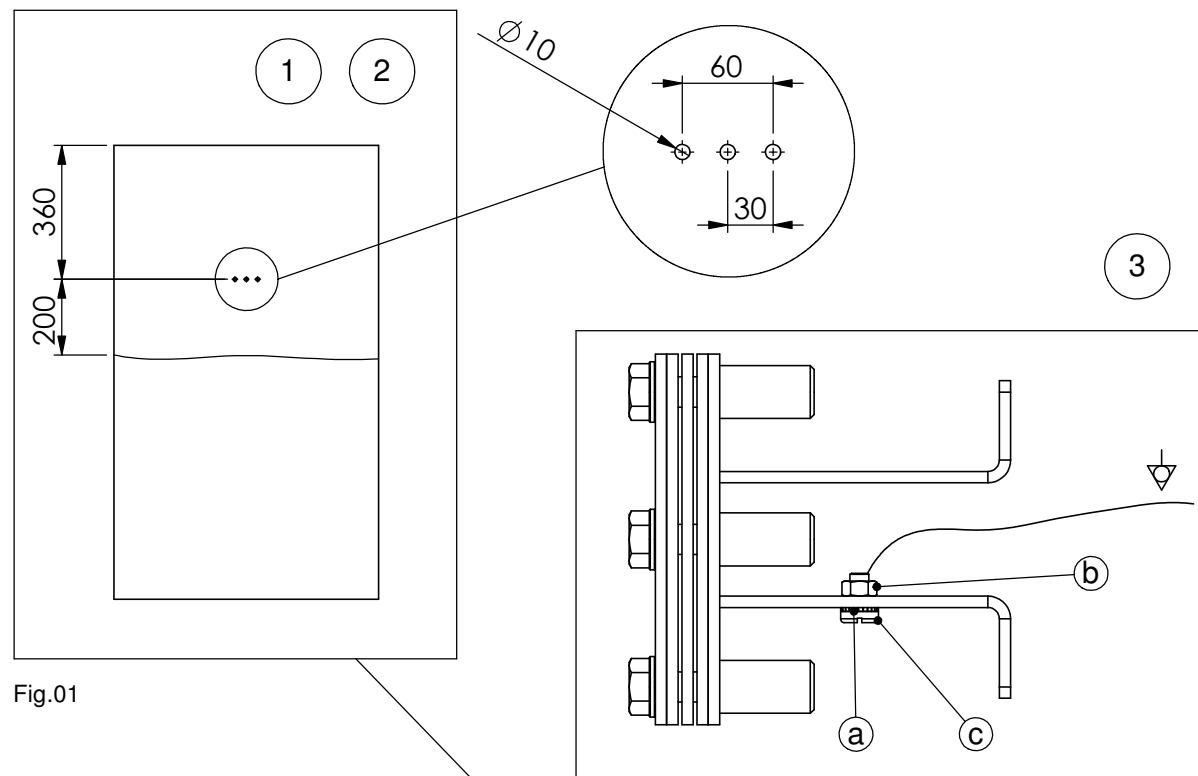

Fig.01
- 2.- To set the anchor, make  $\text{Ø}10$  mm holes on the panel of the pool to the depth indicated in Fig.01 (use joint as a template).
- 2.- Practicar taladros de  $\text{Ø}10$  mm en el panel de la piscina a la profundidad indicada en la Fig.01 para poder fijar el anclaje (utilizar junta como plantilla).
- 2.- Pratiquer des trous de  $\text{Ø}10$  mm dans le panneau de la piscine à la profondeur indiquée sur la Fig.01 pour fixer l'ancrage (utiliser le joint comme modèle).
- 2.- Die  $\text{Ø}10$  mm Löcher in die Schwimmbadplatte in der Tiefe von Fig.01 bohren, um die Verankerung fixieren zu können (die Formdichtung als Bohrlehre benutzen).
- 2.- Praticare fori di  $\text{Ø}10$  mm nel pannello della piscina alla profondità indicata in Fig.01 per fissare l'ancoraggio (utilizzare la guarnizione come modello di foratura).
- 2.- Fazer furos de  $\text{Ø}10$  mm no painel da piscina na profundidade indicada na Fig.01 para fixar a fixação (use a junta como modelo).